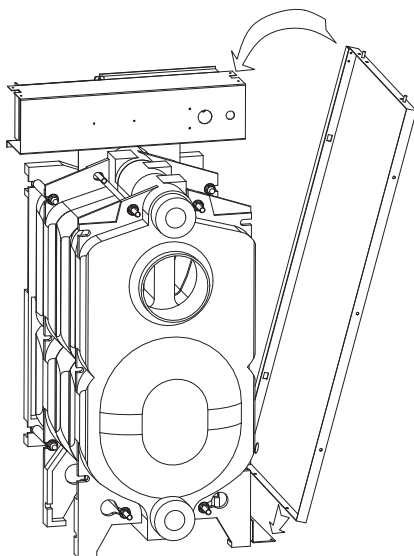

Рис. 10
- Д: Боковые секции (3 и 4) нужно сначала привинтить на нижние консоли, а потом на верхнюю часть электрической панели управления (рис. 10)
- Е: Установите и закрепите заднюю секцию с использованием соответствующих винтов (5).
- Г: На заднюю часть боковых секций с помощью штифтов прикрепите крышку (6).
- Н: Переднюю секция (1) прикрепите на переднюю часть боковых секций тоже с помощью штифтов.
- І: Переднюю нижнюю доску (2) вложите в засечки на главной торцевой секции.